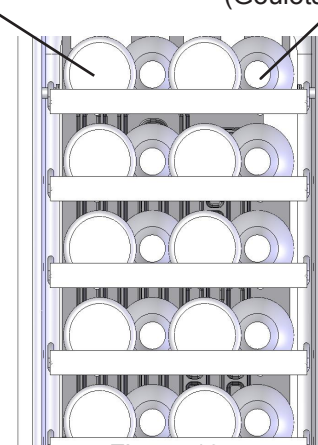

Figure 13
Les cinq (5) tablettes coulissantes peuvent porter chacune quatre (4) bouteilles. Voyez la Figure 13 pour une disposition type des bouteilles de vin. Il faut faire attention pour l'entreposage de bouteilles très grosses dans le panier à vin en bas du compartiment car elles pourraient empêcher la fermeture de la porte.